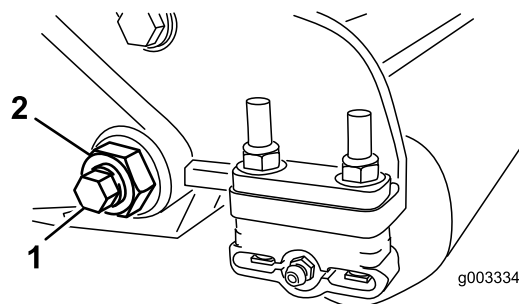
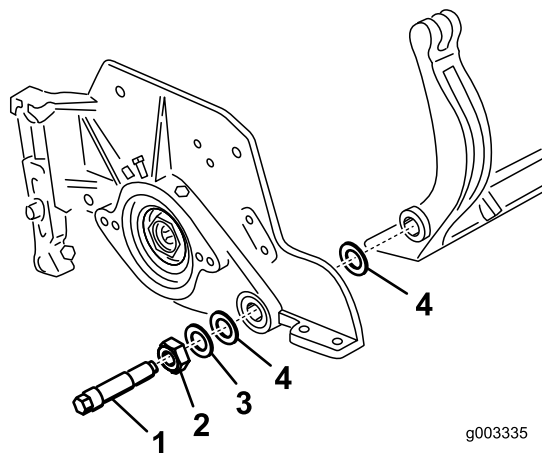

Figura 30
Figura 31
3. En cada lado de la máquina, afloje la contratuerca que fija el perno de la barra de asiento (Figura 30).
(Figura 30). Guarde las 2 arandelas de nylon y la arandela de acero troquelado de cada extremo de la barra de asiento (Figura 31).
2. Fije la barra de asiento a cada chapa lateral con los pernos de la barra (con tuercas en los pernos) y las 6 arandelas. Debe colocarse una arandela de nylon en cada lado del saliente de la chapa lateral. Coloque una arandela de acero por fuera de cada arandela de nylon (Figura 31). Apriete los pernos de la barra de asiento a 37–45 Nm. Apriete las contratuercas hasta que la arandela de acero exterior deje de girar, y la holgura quede eliminada, pero no apriete demasiado ni desvíe las chapas laterales. Las arandelas del interior pueden tener cierta holgura.